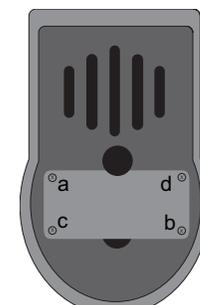

Abb. 84 - Deckel anbringen
- Ziehen Sie die Schrauben sorgfältig an, indem Sie an jeder Schraube abwechselungsweise eine Umdrehung vornehmen (Abb. 84). Drehen Sie die Schraube oben links (a), dann die Schraube unten rechts (b), dann die Schraube unten links (c) und dann die Schraube oben rechts (d).